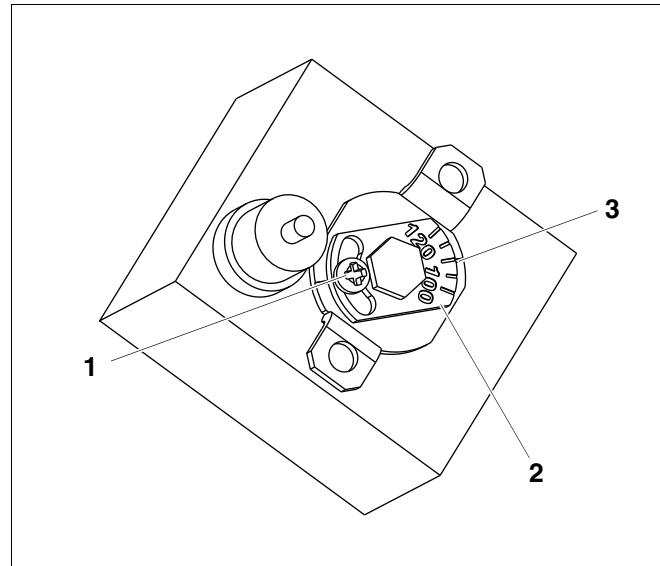

Рис. 3 Вариант А
2.2.1 Рис. 3 Вариант А
- Ослабить винт (Рис. 3, поз. 1).
- Настроочный винт с температурной шкалой (Рис. 3, поз. 2) установить на нужную температуру (Рис. 3, поз. 3).
- Затянуть винт (Рис. 3, поз. 1).